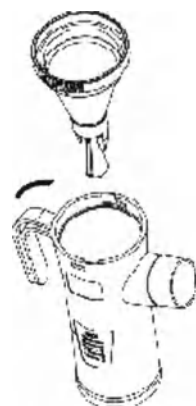

Рисунок 10.
- Установите дефлектор в нужном положении в чашку ингалятора и зафиксируйте его поворотом по часовой стрелке (Рисунок 10).